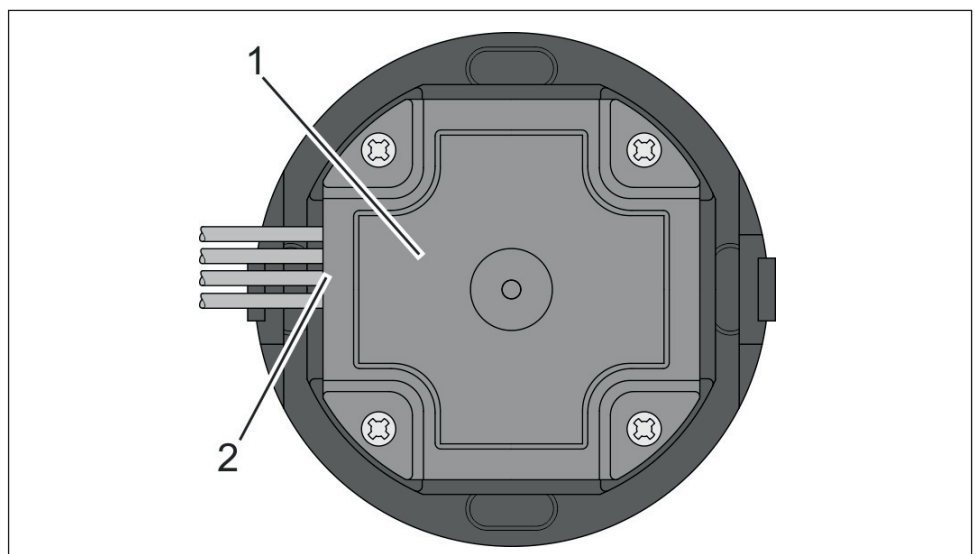

Fig. 14: Lato posteriore lettore WR 200 con cavo
4. Avvitare la copertura in dotazione al lato posteriore del lettore (Fig. 14/1). Allo stesso tempo, scaricare i cavi lateralmente sulle guide dei cavi imbottite (Fig. 14/2).